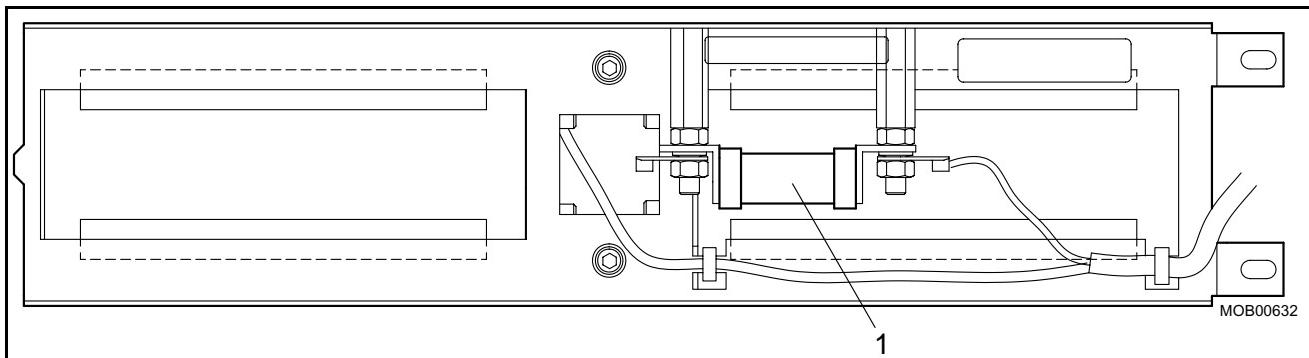

Fig. 9
- Replace U11 (pos. 1 / Fig. 9).